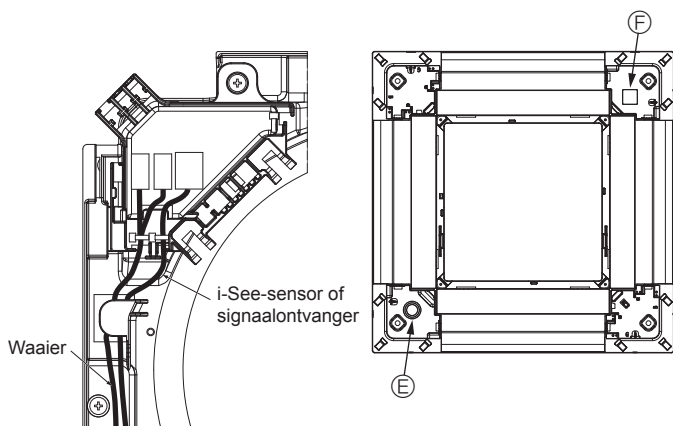

Fig. 5-14
- Leid de i-See-sensor en signaalontvanger zoals aangegeven in Fig. 5-14.